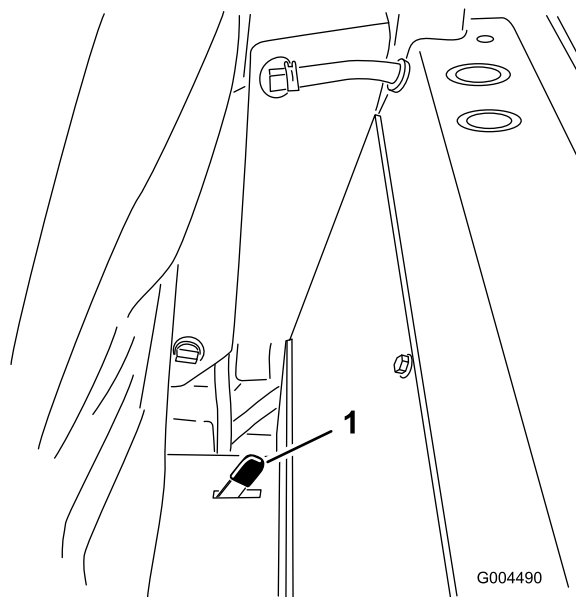

Figura 34
2. Tirate indietro uno dei fermi del sedile, situati dietro ed ai lati del sedile, per sbloccare il sedile, e ribaltatelo (Figura 34).